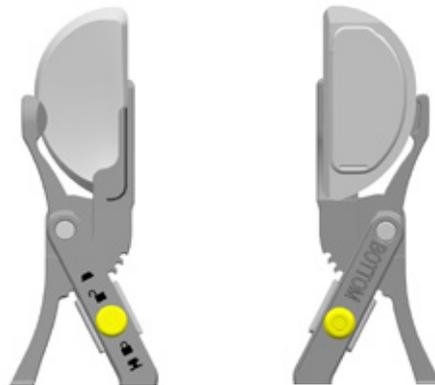

Figura 51
- 6 Una vez que el brazo curvado entre en contacto con el inserto, siga cerrando el mango hasta oír un (1) chasquido adicional del mecanismo de bloqueo (figura 51). Compruebe la estabilidad tirando suavemente del inserto.